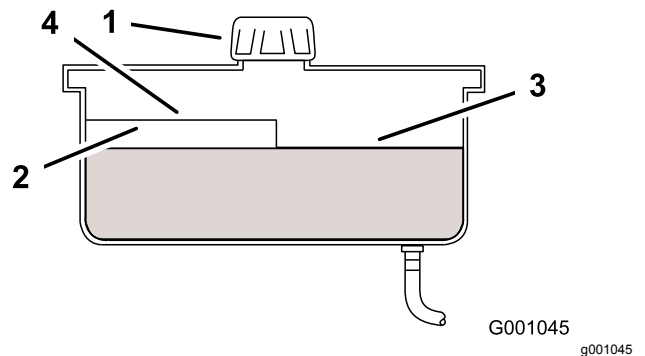

Figura 52
4. Limpie alrededor del cuello de llenado y el tapón del depósito de aceite hidráulico (Figura 52).
5. Retire el tapón del cuello de llenado. Mire dentro para ver si hay aceite en el depósito (Figura 52).
Nota: Si el aceite está caliente, el aceite debe llegar a la parte superior del nivel Caliente del tabique (Figura 52).